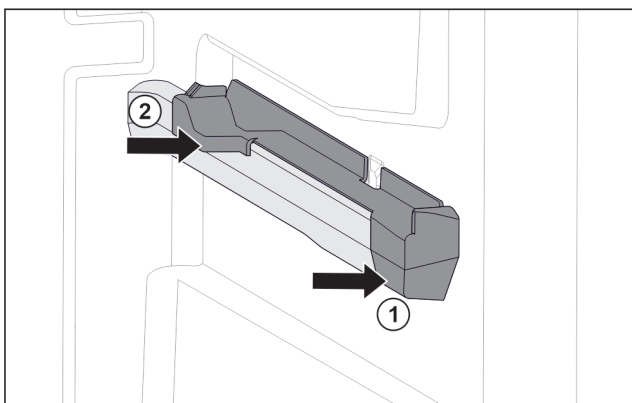

Fig. 63 Наставка върху дясното ребро на съда
- ▶ Поставете наставката отпред към реброто на съда. Fig. 63 (1)
- ▶ Притиснете наставката отзад. Fig. 63 (2)